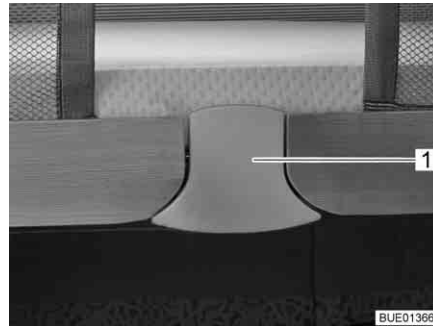

Fig. 115 Dispositivo de destrava
- Puxe para fora a área de destravamento (Fig. 115,1) em baixo. O dispositivo de bloqueio está solto.